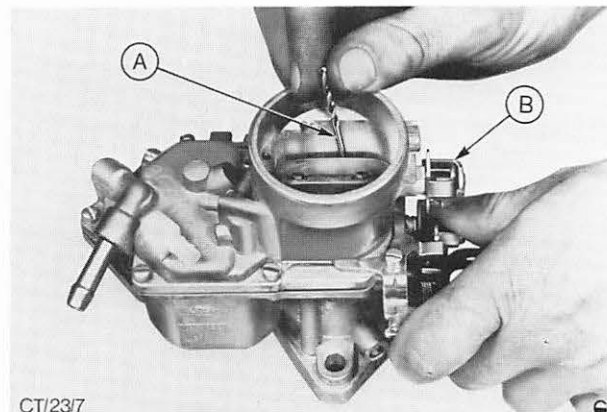

Abb. 48 Zum Prüfen des Starterklappen-Spaltmaßes Exzenterhebel am Anschlag (in Stellung „geschlossene Starterklappe“) halten.
17. Spaltmaß der Starterklappe prüfen und ggf. einstellen (nur bei Vergasern mit handbetätigter Startvorrichtung). Abb. 48.
Exzenterhebel bis zum Anschlag (in Stellung „geschlossene Starterklappe“) drehen und festhalten. Starterklappe gegen Federbelastung bis Anschlag öffnen und Spaltmaß zwischen Unterkannte-Starterklappe und innerer Wandung des Ansaugstutzens unter Verwendung eines Meßdorns oder Bohrers messen. Spaltmaß durch Verbiegen des Anschlaghebels (siehe Abb. 48) einstellen. Vorgeschriebenes Spaltmaß siehe Technische Daten.